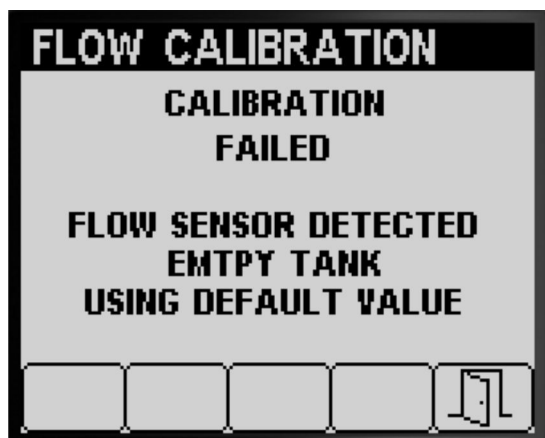

Figura 56
- Apare un mesaj care indică faptul că a euat calibrarea debitului (Figura 56).
3. Apăsai butonul 5 pentru a părăsi ecranul Speed Calibration (Calibrare viteză) (Figura 55, Figura 56, i Figura 57).